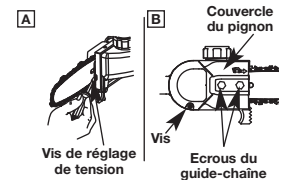
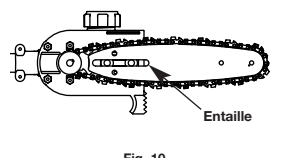

Fig. 8
Fig. 10
1. Retirez la vis et les écrous maintenant le guide-chaîne en place. Enlevez ensuite la protection du pignon (Fig. 8, B).
2. À l'aide d'un tournevis plat, donnez à la vis de serrage 4 tours dans le sens contraire des aiguilles d'une montre (Fig. 8, A).
6. Ajustez la vis de réglage de la tension (Fig. 8, A) afin de pouvoir insérer le guide-chaîne (Fig. 10). Veillez à ce que la chaîne suive la rainure dans le guide-chaîne et tournez la vis de réglage de la tension pour serrer la chaîne.
7. Installez la protection du pignon et serrez la vis et les écrous (Fig. 8, B).
1. Desserrer les écrous jusqu'à ce qu'ils puissent être serrés à la main (Fig. 8, B).
2. Tenir la tête du guide-chaîne vers le haut et utiliser un tournevis pour tourner la vis de réglage du guide-chaîne dans le sens des aiguilles d'une montre pour serrer la chaîne (Fig. 8, A). Tourner la vis dans le sens inverse des aiguilles d'une montre détend la chaîne sur le guide-chaîne.